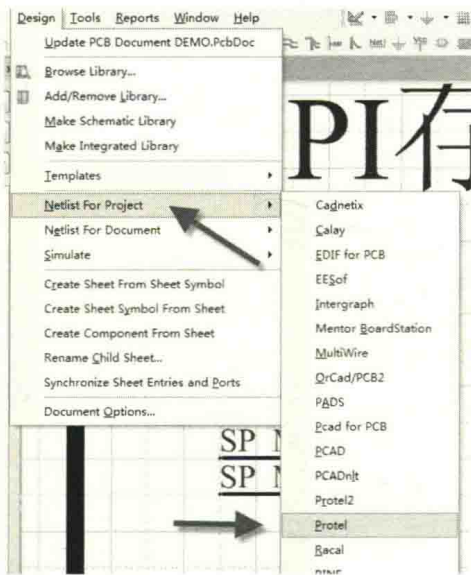

图 7-13 网表的生成
- (1) 在整个工程下，执行菜单命令“Design-Netlist For Project-Protel”，如图 7-13 所示，这个时候会在 Generated 文件目录下，生成一个包含整个工程的网表。